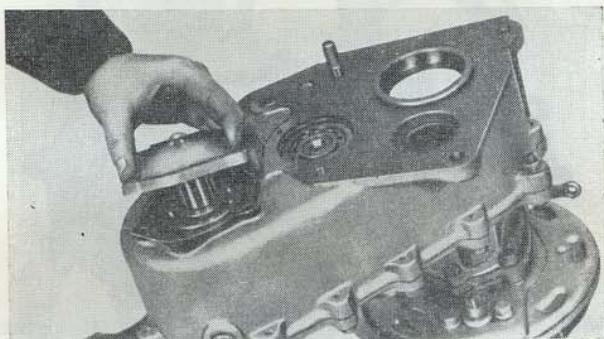

Рис. 135. Установка крышки переднего подшипника вала привода переднего моста
12. Напрессовать на вал привода переднего моста подшипник 21 (рис. 110), установить прокладку и крышку 22 с сальником. Крышку закрепить болтами с пружинными шайбами (рис. 135).